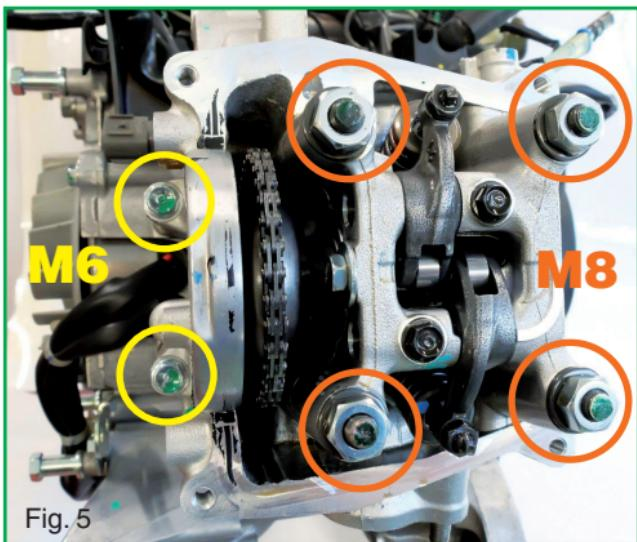

Fig. 5
- Quitar los dos tornillos M6 (Fig.5) que fijan la culata a la bancada.
- Aflojar las cuatro tuercas M8 (Fig. 5) de $\frac{1}{2}$ vuelta cada una y quitarlas.